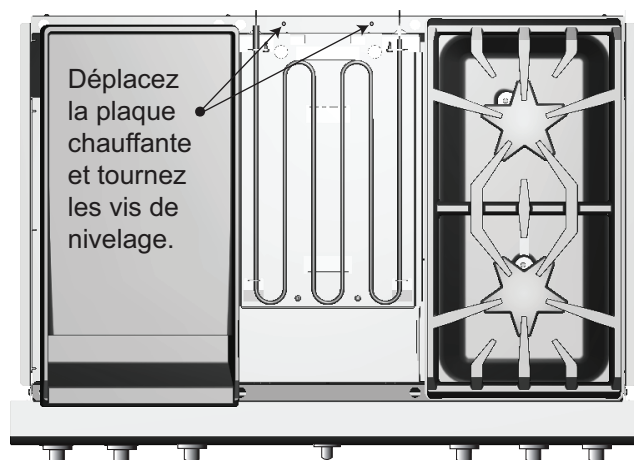
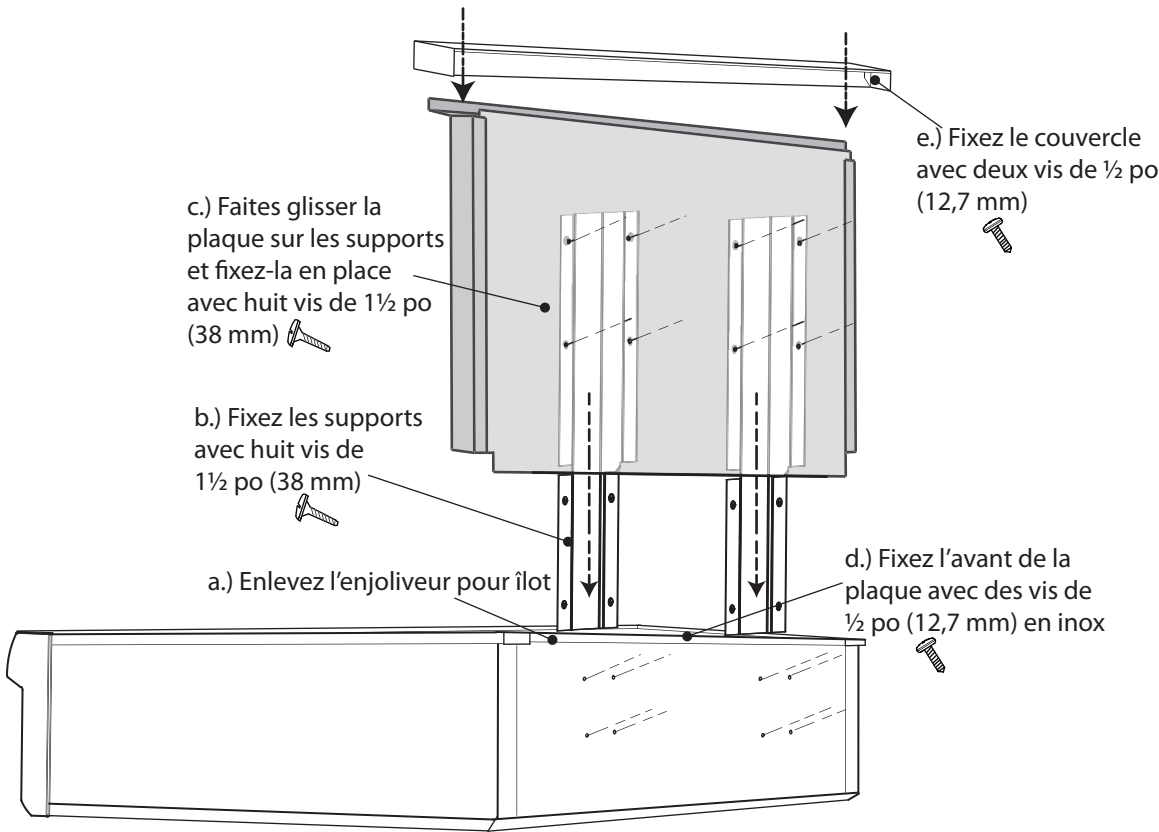

Figure 12: Vis de nivelage de la plaque chauffante
Figure 14 : Pose de la plaque de protection basse
- Selon le modèle, enlevez les trois ou quatre vis en acier inoxydable fournies avec l'enjoliveur pour îlot. Enlevez les deux vis fixant la pièce au panneau arrière. Soulevez l'enjoliveur pour îlot pour l'enlever (A, *Figure 14*).
- Faites glisser les pattes des supports entre les deux panneaux arrière des boîtiers des cuisinières. Fixez chaque support avec quatre vis de 1½ po (38 mm) (B, *Figure 14*).
- Faites glisser la plaque de protection sur les deux supports à l'arrière de la cuisinière. Fixez-la en place avec huit vis de 1½ po (38 mm) (C, *figure 12*) (C, *Figure 14*).
- Fixez l'avant de la plaque de protection à la cuisinière avec trois ou quatre vis de ½ po (12,7 mm) (D, *Figure 14*).
- Placez le couvercle de la plaque de protection sur le dessus et fixez-le en place à l'aide de deux vis de ½ po (12,7 mm) (E, *Figure 14*).